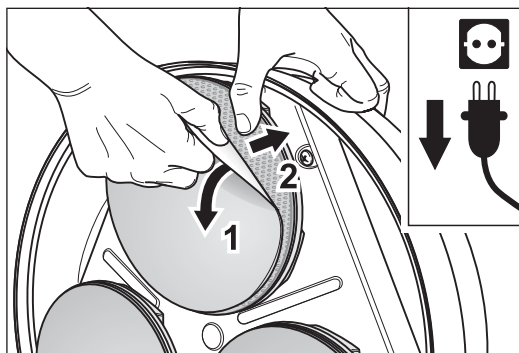

Abb. 32 Die Klettschleifscheibe abziehen (1) und gleichzeitig den flexiblen Kletthaft-ring am Schleifteller festhalten (2).
- 4 Ziehen Sie an jedem Schleifteller mit der einen Hand die Klettschleifscheibe ab (Abb. 32, 1) und halten Sie gleichzeitig mit der anderen Hand den flexiblen Kletthaft-ring am Schleifteller fest (Abb. 32, 2).